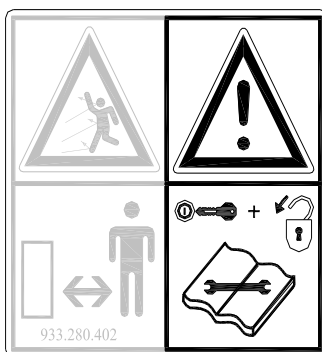
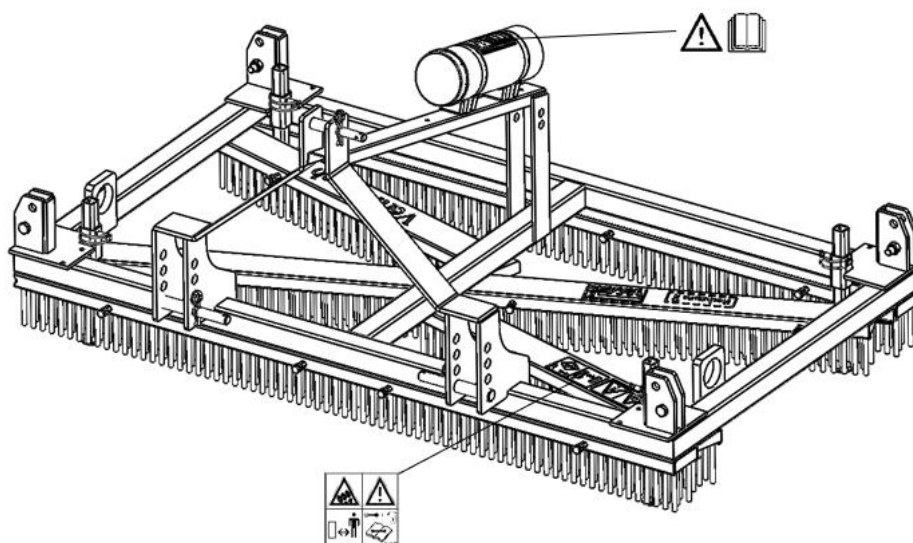

Fig. 2
Fig. 5
Przed wykonaniem konserwacji, regulacji i napraw **należy zawsze wyłączyć silnik traktora i wyjąć kluczyki ze stacyjki** (Rys. 2).
Nalepki bezpieczeństwa o identycznym znaczeniu (Rysunek 2, 3 i 4) są przyklejone na bokach Verti-Comb (Rysunek 5). Te nalepki bezpieczeństwa muszą być zawsze wyraźnie widoczne i czytelne. Należy je wymienić, jeśli zostaną uszkodzone.
- (7) Lokalizacja naklejek bezpieczeństwa. (Fig. 5)